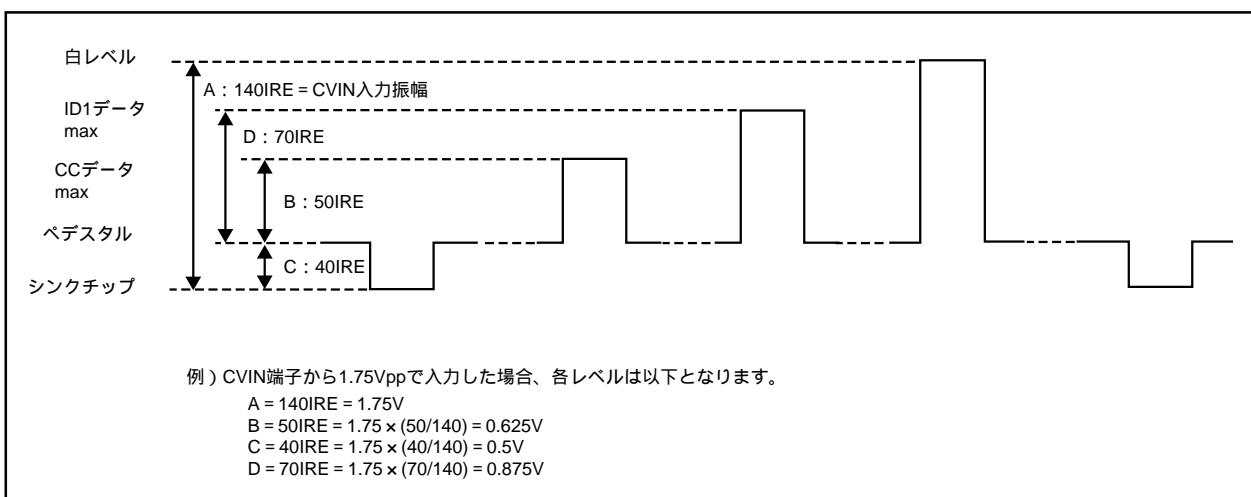

図2.14.2 CVIN端子の入力振幅に対する各レベル
(2) 図2.14.2にCVIN端子の入力振幅に対する各信号レベルを示します。